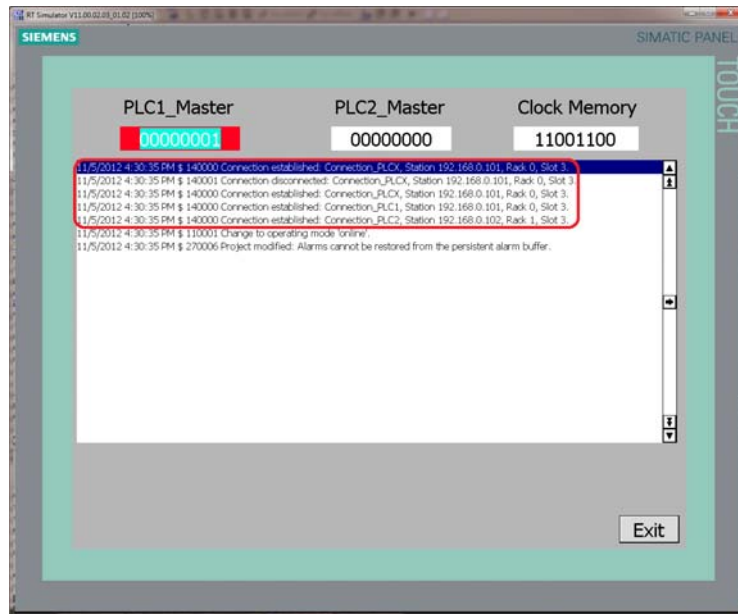

图 13
(A) 初始时，变量 PLC1_Master 为 1，超出上限触发系统函数 ChangeConnection，连接 Connection_PLCX 指向 PLC1；PLC2_Master 为 0，如图 13 所示。